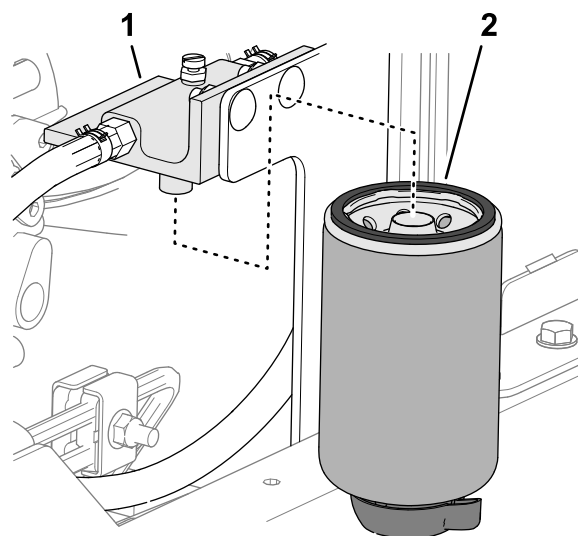

Figura 116
2. Limpe a cabeça do filtro e o recipiente do filtro (Figura 116).